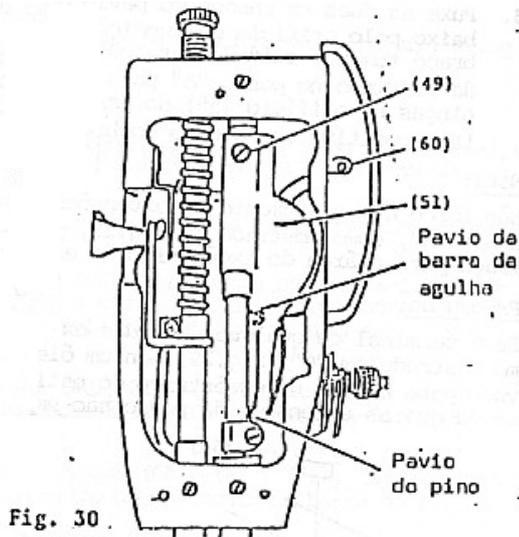

Fig. 30
Quando recolocando o protetor de óleo (51), que sustenta o pavio da barra da agulha e pavio do pino de conexão, esteja certo de que a extremidade inferior do pavio do pino penetra no depósito de óleo atrás da bucha inferior da barra da agulha e que o laço do pavio da barra da agulha está colocado atrás da barra da agulha, como mostrado na Fig.30.